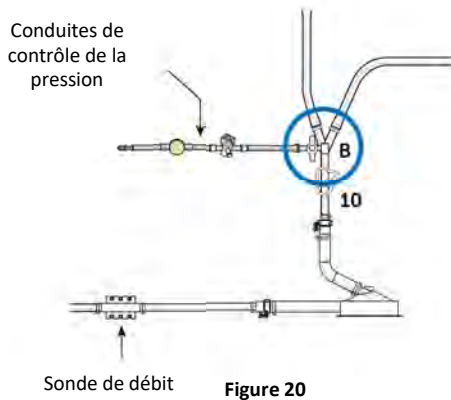

Figure 20
- (a) Fixer la conduite de contrôle de pression de la pré-pompe (pour mesurer la pression négative – aspiration de la pompe) au robinet d'arrêt « B » et amorcer, voir Figure 20.